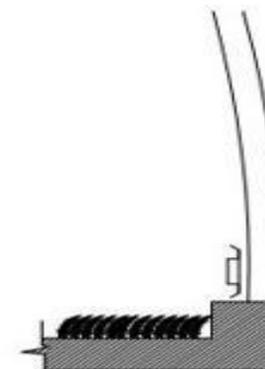

рис. 4
- ❑ Обогреватель серии «Тепличный» устанавливается на каркас теплицы (рис. 4)